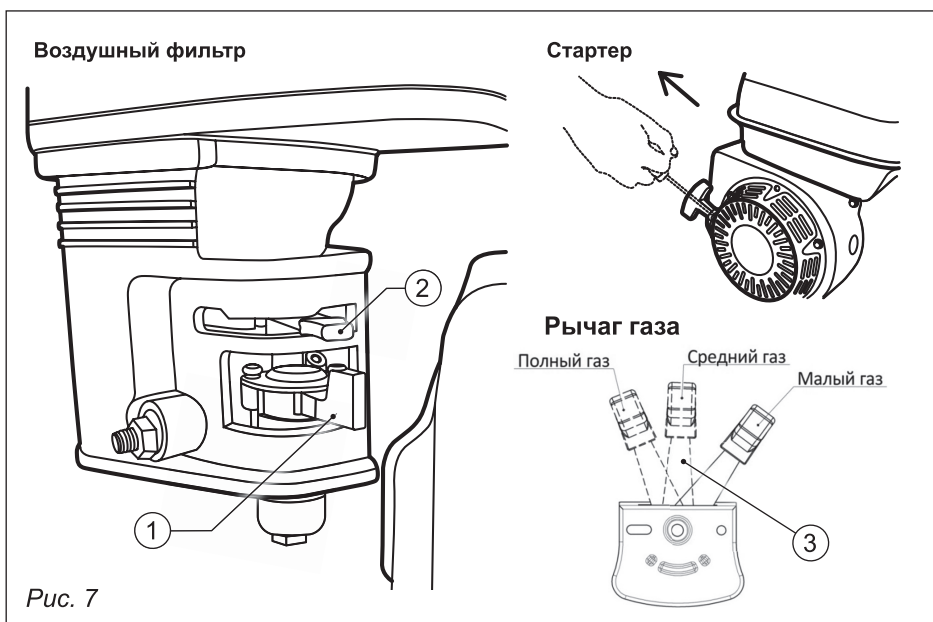

Рис. 7
- Поверните топливный кран (1) в положение **ON** (рис. 7).
- Передвиньте рычаг воздушной заслонки (2) в положение **CLOSE** (закрыто).
- Передвиньте рычаг газа на левой рукоятке (3) в среднее положение.
Перемещением рычага газа регулируются обороты двигателя (рис. 7, поз. 3).